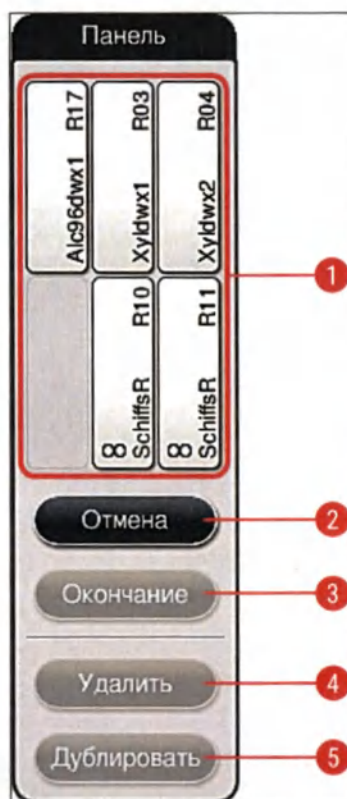

Рис. 64
- После подтверждения открывается Панель (→ "Рис. 64"), в которую можно переместить до 6 станций с реактивами (→ "Рис. 64-1").